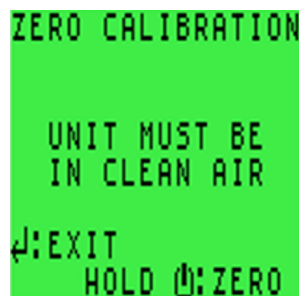

Рисунок 55: Экран калибровки по чистому воздуху
2. Продолжайте удерживать кнопку, пока самодиагностика не завершится и на дисплее не появится сообщение **ZERO CALIBRATION**, как показано на Рисунок 55: Экран калибровки по чистому воздуху.